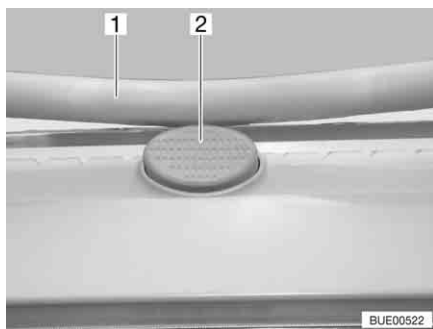

Fig. 58 Bottone di sicurezza sull'oblò Heki
- Premere il bottone di sicurezza (Fig. 58,2) e tirare verso il basso la staffa (Fig. 58,1) con entrambe le mani.
- Premere la staffa verso l'alto con ambedue le mani, finché la staffa non poggia al di sopra del bottone di sicurezza (Fig. 58,2).